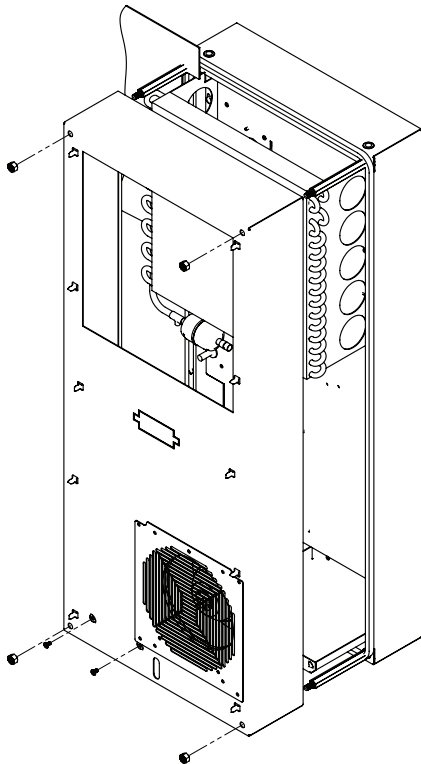

Abbildung 5
8. Setzen Sie die hintere Schrankhälfte in den Montageausschnitt ein und sichern Sie sie mit den vier Abstandshaltern (siehe Abbildung 5 auf Seite 9).